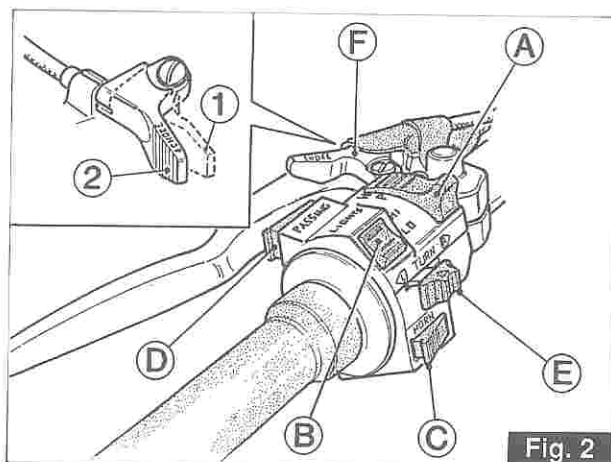

Fig. 2
Position «P» steering locked. Engine off; with switch «A» of fig. 2 in position «P» the parking light is on. Key removable.
Interruttori comando luci (fig. 2)
Pulsante per avvisatore acustico, passaggio e interruttore comando lampeggiatori (fig. 2)
Leva comando «Choke» («F» di fig. 2)
- se il motore è freddo portare la levetta «F» «CHOKE» in posizione di avviamento «1» vedi fig. 2.
Light switches (fig. 2)
Horn button, passing and headlamp flasher (fig. 2)
«CHOKE» control («F» in fig. 2)
- if the engine is cold, put the «CHOKE» control «F» in the starting position «1» (see fig. 2);